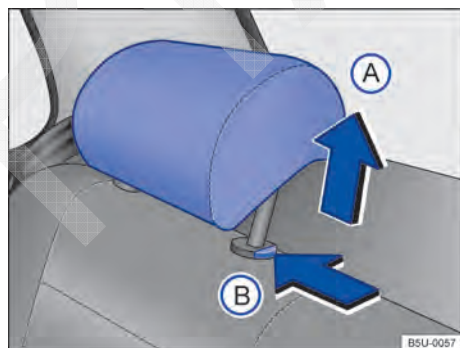

Fig. 37 Ajustar o apoio para cabeça traseiro.
- Empurrar o apoio para cabeça para cima na direção da seta → Fig. 37 (A) ou com o botão → Fig. 37 (B) pressionada, empurrar para baixo → ▲.